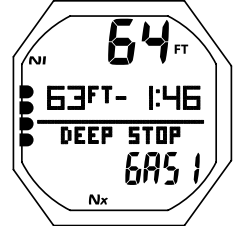

Fig. 71 - PRINCIPAL PARADA PROFUNDA
**PRINCIPAL PARADA PROFUNDA** - Ésta es la información mostrada (Fig. 71):